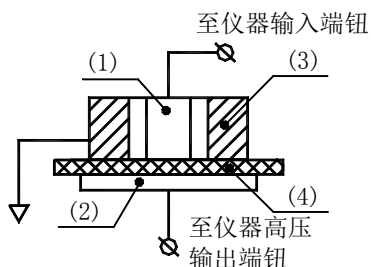

图4 测体积电阻 R_v
1) 测试试样体积电阻时，电极箱上的选择开关置于 R_v ，此时箱内三电极的状态如图4。